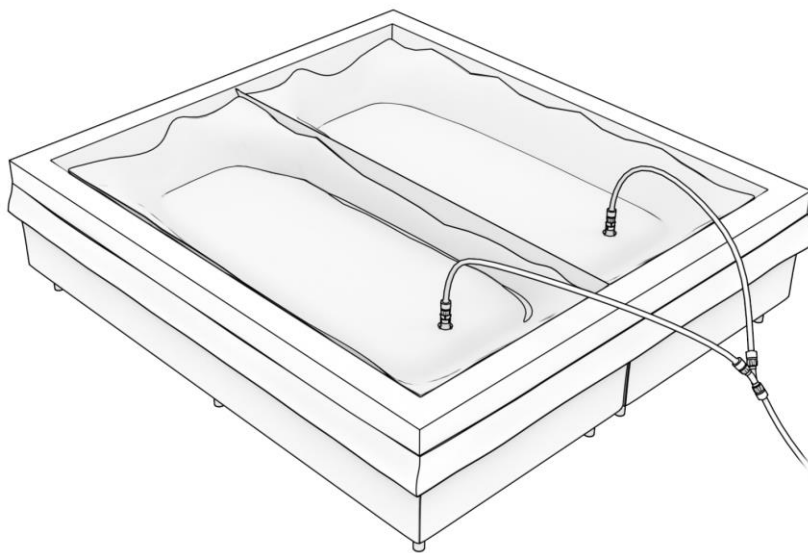

Abbildung 13: Anschließen des Füllschlauchs an die Wassermatratze, um die Matratze mit Wasser zu füllen
Schritt 14. Schließen Sie den Füllschlauch gemäß den Anweisungen in der Anleitung des Füllschlauchs an die Wassermatratze an und beginnen Sie mit dem Füllen Ihrer Wassermatratze, wie in Abbildung 13 dargestellt. Um die Wassermatratze zu füllen, wechseln Sie die linke und rechte Matratze in 25 %-Schritten ab, falls Sie nicht beide Matratzen gleichzeitig füllen können. Füllen Sie 1 der Matratzen zu 25%. Füllen Sie dann die